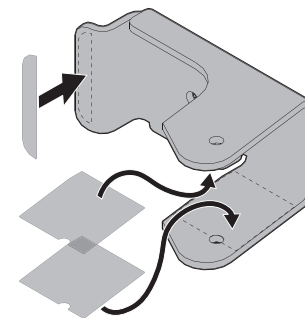

Figura 26
1. Antes del ensamblado, despegue las calcomanías adhesivas de la hoja y aplíquelas a las superficies interiores de los soportes del colgador de pesas del lado derecho e izquierdo, como se muestra en la Figura 26.